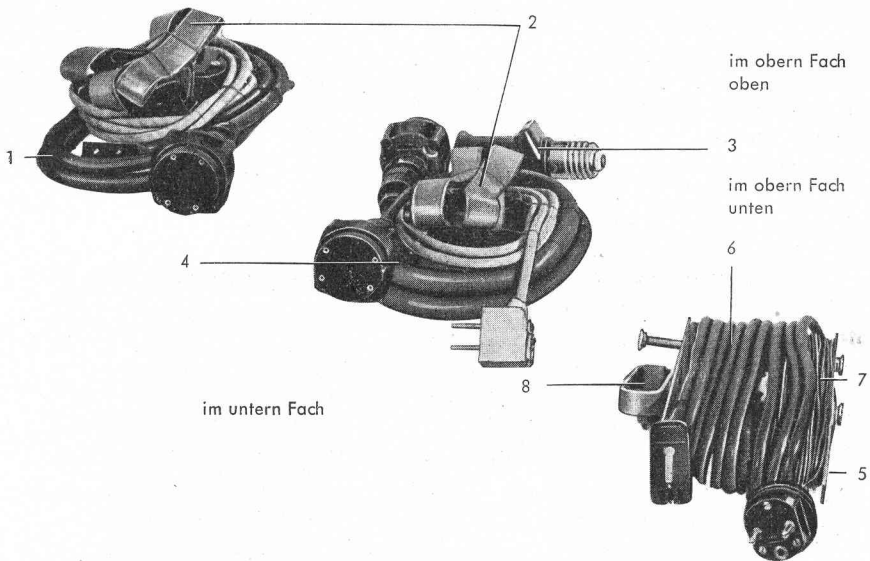

Bild 68. Einräum-Schema für Betriebsmaterial.
7. Neuaufwickeln der Antenne mit Zuleitung sowie der Erdleitung, Einräumen gemäß Bild 68.